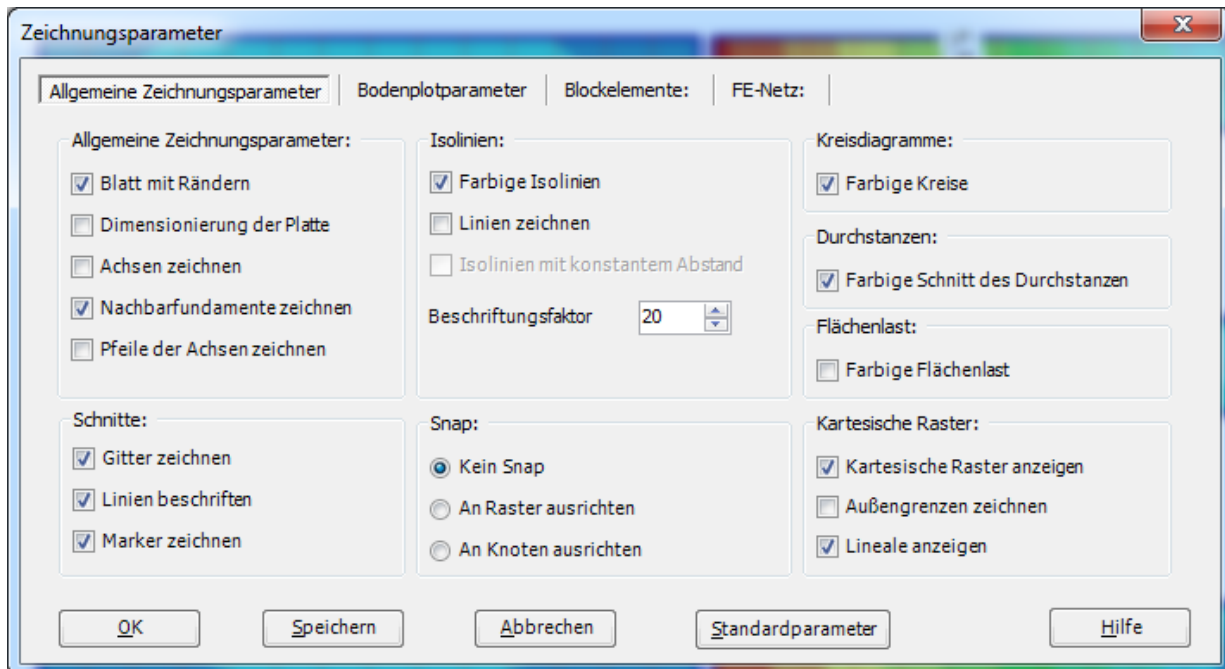

Bild 9.41 Dialogfeld "Zeichnungsparameter"
- Wählen Sie im Menü "Optionen" auf der Registerkarte "Einstellungen" den Befehl "Zeichnungsparameter". Das folgende Dialogfeld im Bild 9.41 erscheint